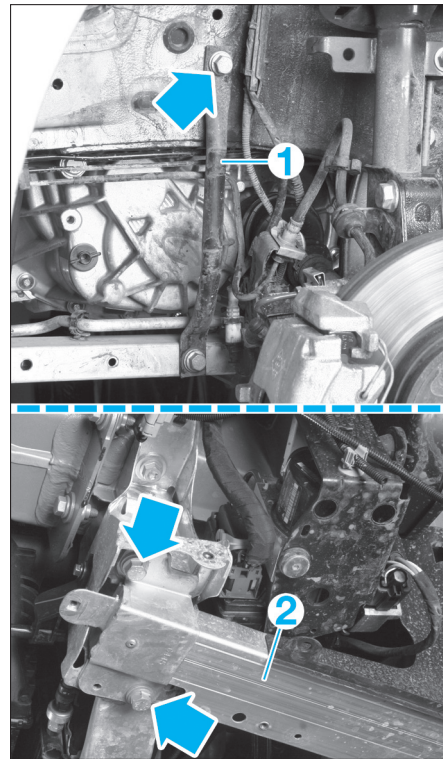

FIG. 36
- De chaque côté, déposer (fig. 36) :
- la vis supérieure du tirant latéral (1).
- les vis du longeron en aluminium (2).